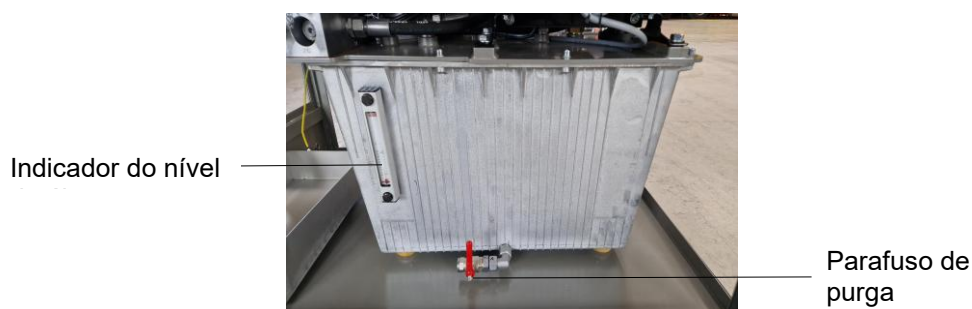

Fig. 74
- Feche a tampa do tubo de enchimento. Inicie a peletizadora e verifique o nível de óleo no visor (Fig. 74). Se necessário, reabasteça óleo.